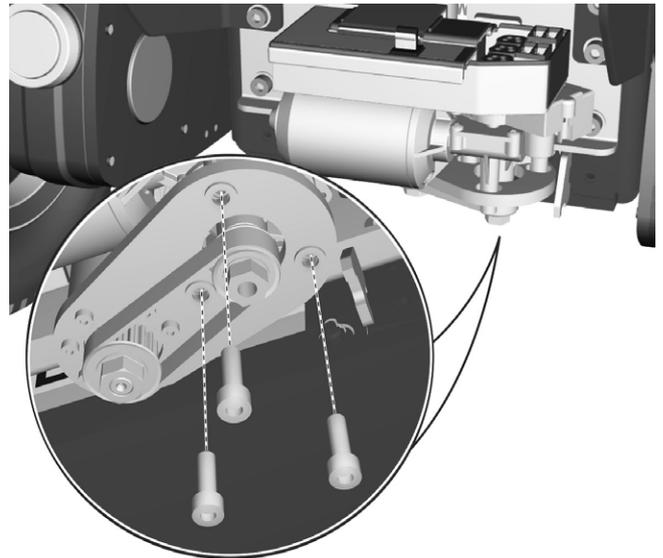

Abbildung 94. Der Motor ist mit drei Schrauben befestigt.
- Motor abmontieren. Er ist mit drei Schrauben befestigt. Siehe Abbildung. 94.